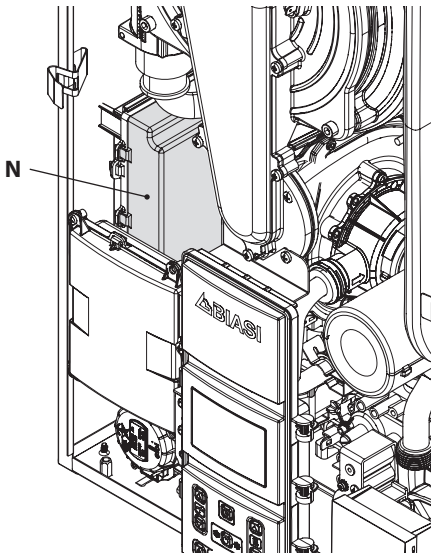

Figura 5.18
- Individuare il coperchio copri morsetteria **N** (Figura 5.18) ed aprirlo.